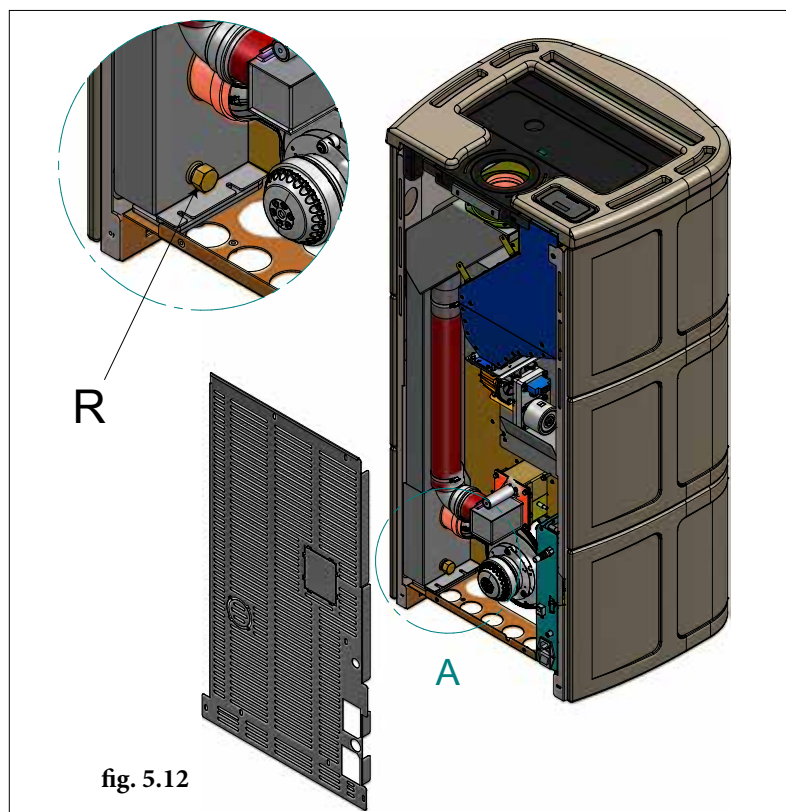

fig. 5.12
5.5.2 Im sehr unwahrscheinlichen Fall, dass es erforderlich sein sollte, ist als weitere Sicherheitsmaßnahme ein Gewindestutzen mit Verschlusskappe vorgesehen, um ein Abflussrohr für Kondenswasser zu verbinden (Fig. 5.12).